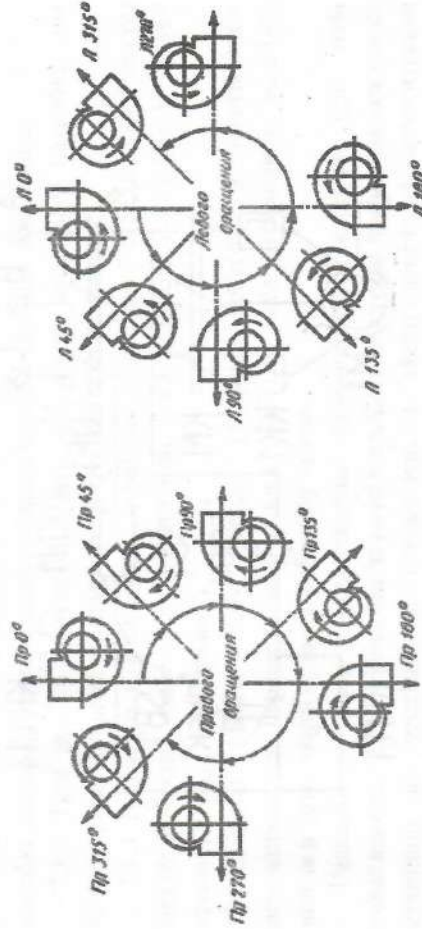

Рис. 3. Положения корпуса вентилятора радиального и направления вращения рабочего колеса по ГОСТ 5976
4.2. Спиральный корпус является неразъемным узлом и может быть установлен в любом из положений, предусмотренных ГОСТ 5976 (см. рис. 3).